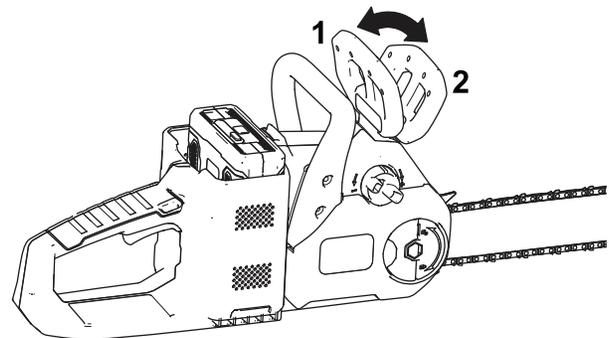

Figura 8
5. Asegúrese de que el freno de la cadena está en la posición de ACCIONAMIENTO (Figura 8).
Cuando no esté utilizando la motosierra o la esté transportando hacia o desde el área de trabajo, coloque el freno de la cadena en la posición de PARADA (Figura 8).